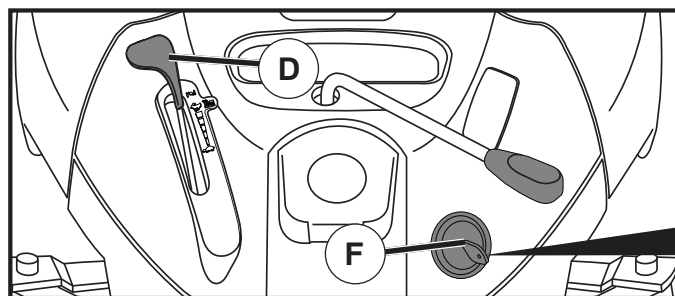

Fig. 7
- Mueva el control de aceleración (D) a la posición rápida.
- Gire la llave de ignición (F) a la posición de apagado "STOP" y remueva la llave al abandonar el tractor para evitar el uso no autorizado.
### PARA USAR EL CONTROL DE LA ACELERACIÓN (D) (Vea Fig. 7)